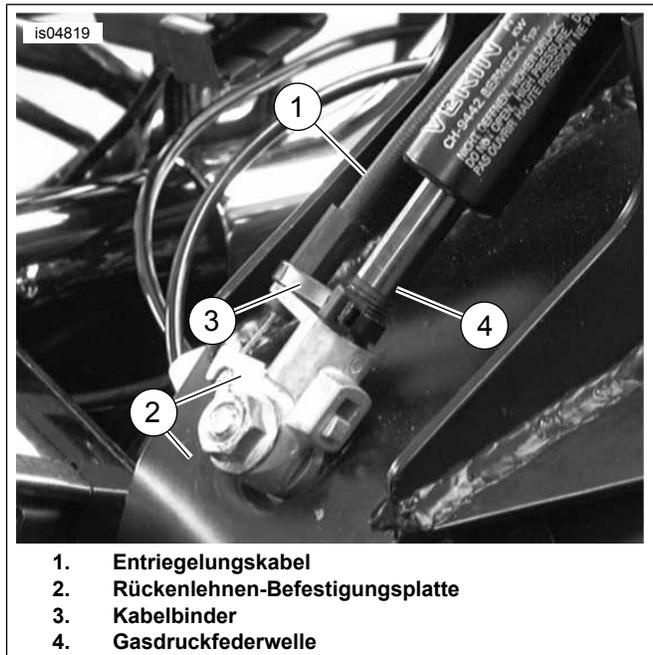

Abbildung 6. Kabel an der Rückenlehnen-Befestigungsplatte anbringen
12. Abbildung 6 Das Entriegelungskabel (1) wie abgebildet an der Rückenlehnen-Befestigungsplatte (2) anbringen. Vorsichtig das Kabel mit dem mitgelieferten Kabelbinder (3) an der Welle der Gasdruckfeder (4) befestigen. Den Kabelbinder nicht zu fest anziehen.